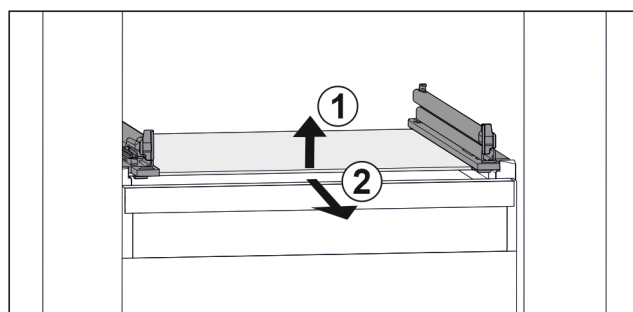

Fig. 97 Klaasplaadi näitlik kujutis
- ▶ Tõstke klaasplaat eest üles. Fig. 97 (1)
- ▶ Võtke klaasplaat ettepoole välja. Fig. 97 (2)